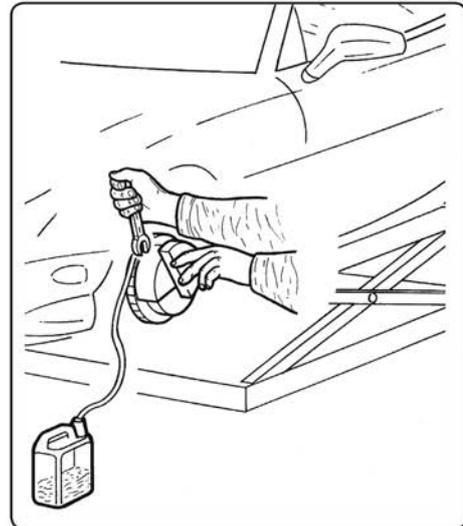

Fig. 7
3.2.4. Partant de la roue la plus éloignée du réservoir du liquide de frein, raccorder une extrémité du tuyau du jerrycan de récupération à la purge du frein ; à l'aide d'une clé, ouvrir le raccord d'environ ¼ de tour (Fig. 6 - Fig. 7), le liquide de frein s'écoulera à travers le tuyau dans le récipient. Quand le liquide qui s'écoule est exempt de bulles d'air, serrer la soupape de purge (Fig. 6) enlever le tuyau, en évitant de répandre le liquide de frein.
- 3.3.2 Vérifier, à travers le tuyau transparent du jerrycan de récupération, le passage de l'huile propre. À ce point, fermer le raccord de purge (Fig. 7).